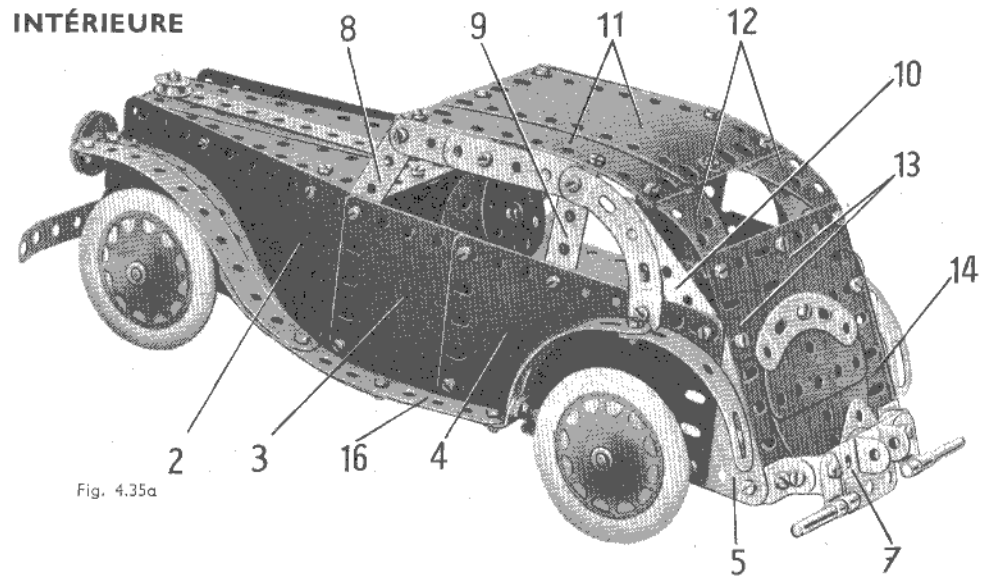

Fig. 4.35a
Le châssis de la voiture est formé de deux bandes de 25 trous (1) incurvées comme le montre la figure 4.35b. Un des côtés est constitué par une plaque flexible de 14×6 cm. (2), une plaque flexible de 6×6 cm. (3), une moitié de plaque à charnière (4) et une plaque flexible triangulaire de 6×4 cm. (5) (fig. 4.35a).